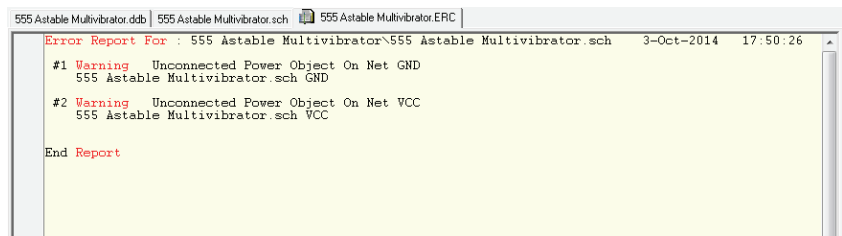

图 3-100 电气规则检查报告
- 3) 设置完电气规则检查选项后，程序自动进入文本编辑器并生成相应的检查错误报告，如图 3-100 所示。